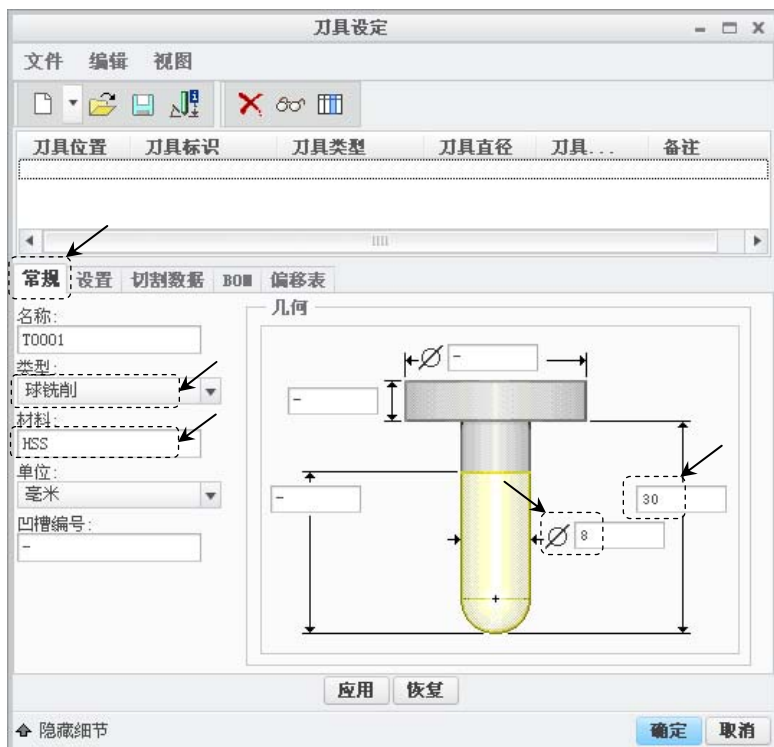

图 2.5.3 “刀具设定”对话框
Step4. 在弹出的“刀具设定”对话框 **常规** 选项卡中设置图 2.5.3 所示的刀具参数，设置完毕后依次单击 **应用** 和 **确定** 按钮，返回到“铣削工作中心”对话框。